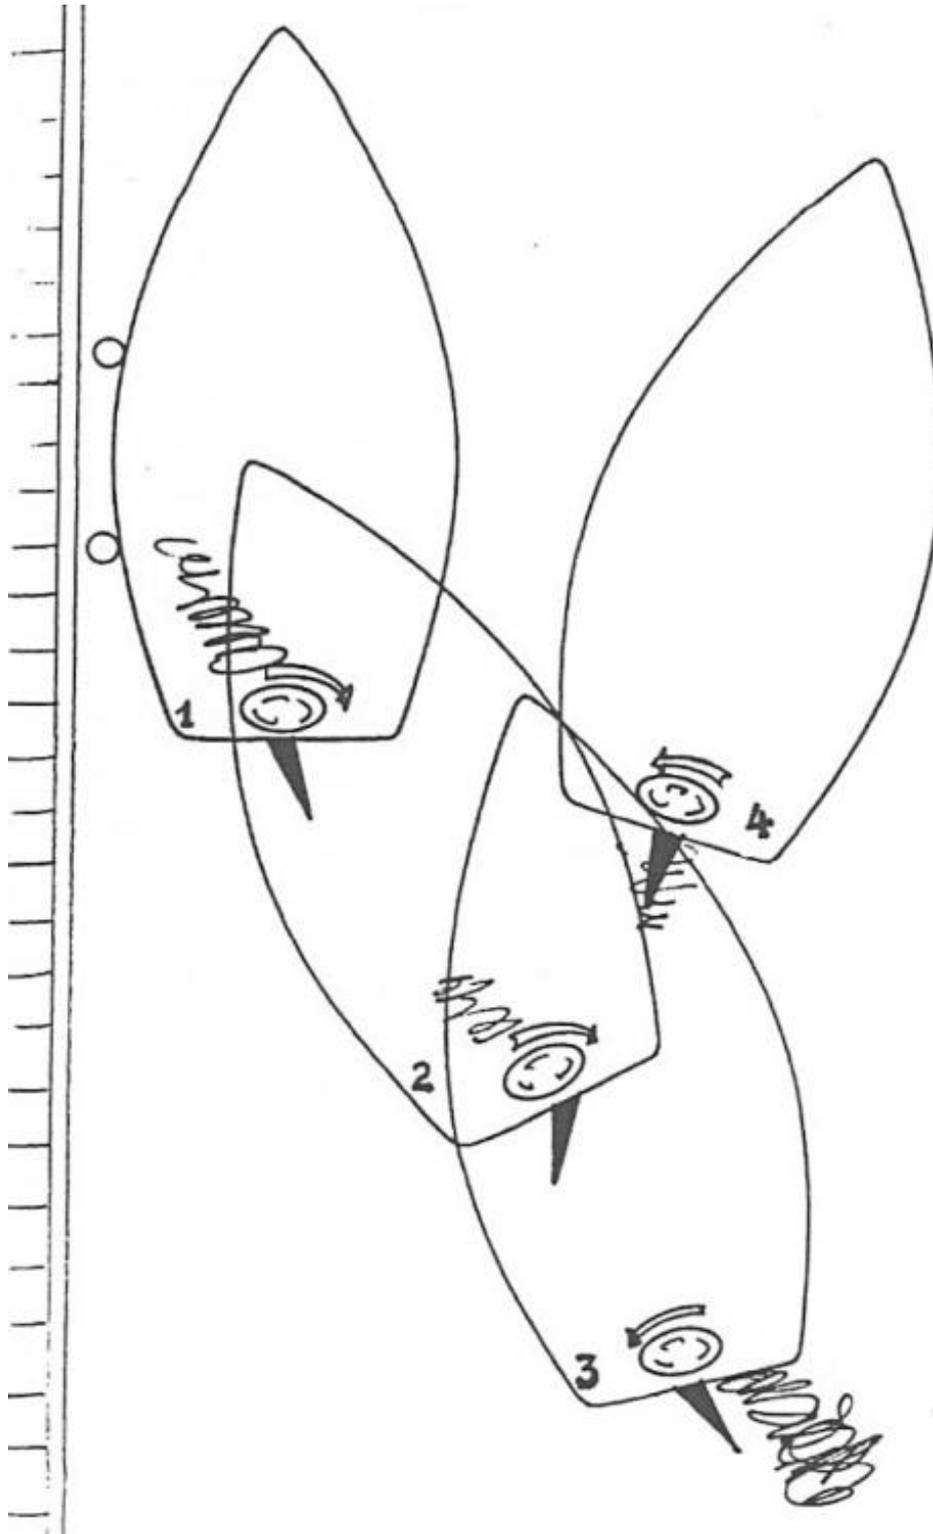

Abb.26
6.2.1. Rückwärts wegfahren (Abb. 26)
Bei engen Platzverhältnissen, wenn ein **rückwärts Wegfahren** (Abb. 26) oder ein **Eindampfen in die Spring** (Abb. 29) nicht möglich ist. Radeffekt muss nicht beachtet werden. Bei ablandigem Wind auch unter Segel sehr geeignet